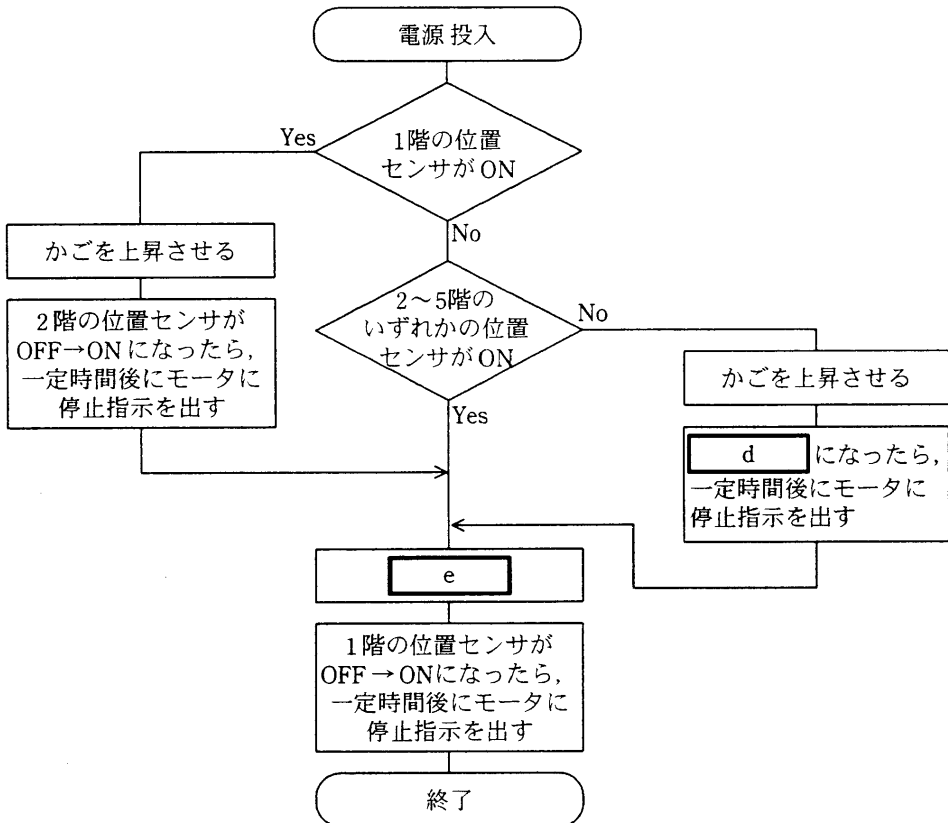

図6 電源投入時の処理の流れ図
電源投入時の処理の流れを図6に示す。電源投入時には、かごの位置が分からないので、図6の流れ図の処理でかごを1階に移動させ、かごの上端と下端の中心に1階の位置センサが来るようにかごを停止させる。
- (1) 図 6 中の , に入れる適切な字句を答えよ。
- (2) 図 6 の流れ図の中で、1 階の位置センサが ON の場合、2 階までかごを上昇させるのはなぜか。その理由を 50 字以内で述べよ。